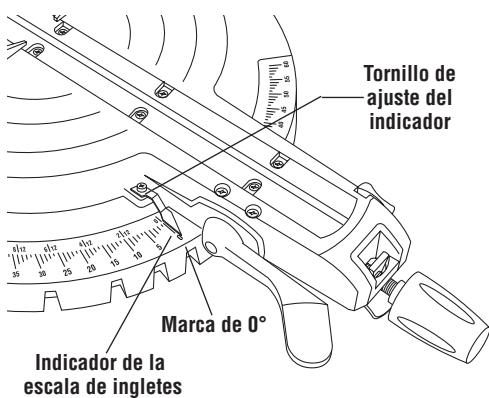

Figura 11. Ajuste de la escala de ingletes
3. Afloje el tornillo Phillips que sujetta el indicador en su sitio (Figura 11).